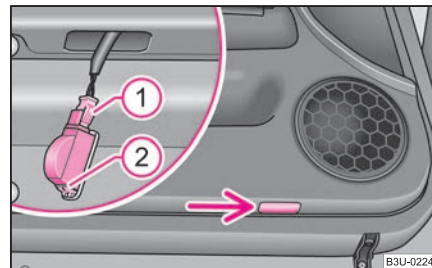

Fig. 210 Parte inferiore porta: Luce vano di accesso porta
- Introdurre un cacciavite piccolo nella fessura accanto alla luce ⇒ fig. 210 ed estrarre con cautela la luce.
- Scollegare il connettore ①.
- Premere il fermo elastico del trasparente ② e rimuovere il trasparente.